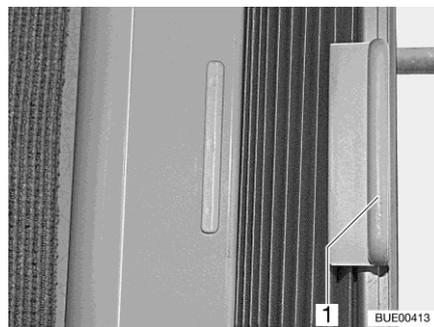

Fig. 32 Dispositif occultant plissé (fenêtre côté passager)
- Ouvrir et fermer : ■ Tenir le dispositif occultant plissé par la poignée (Fig. 32,1) et pousser vers la gauche ou la droite.